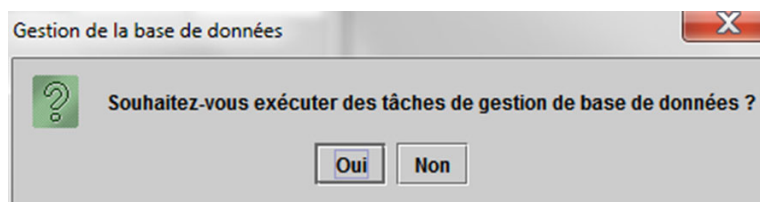
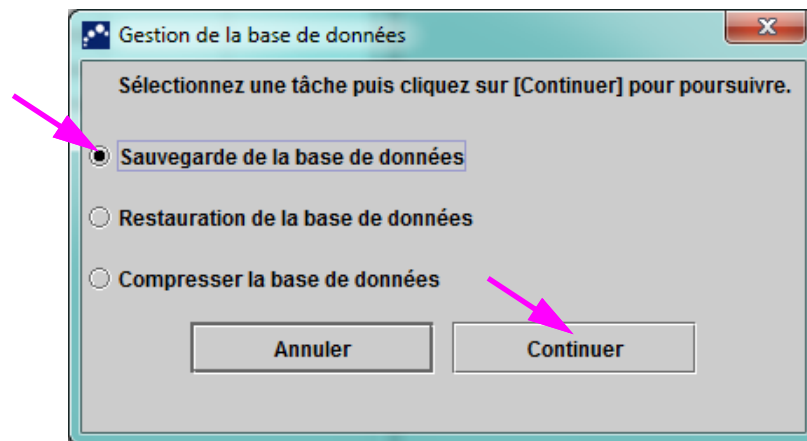

Figure 5-72. Boîte de dialogue Gestion de la base de données
Figure 5-73. Fenêtre Gestion de la base de données
L'administrateur du système GeneXpert Dx précise si l'utilisateur a les permissions nécessaires pour les tâches de gestion des données. Consultez la Section 2.13, Définition des utilisateurs et des autorisations. Consultez l'administrateur du système GeneXpert Dx pour ajuster les permissions afin de répondre à vos besoins. Si les **Rappels de gestion de la base de données** sont activés, l'utilisateur est invité au démarrage à préciser s'il est nécessaire ou non d'effectuer une gestion de la base de données. L'invite s'affiche seulement si l'utilisateur dispose des privilèges nécessaires pour exécuter ces tâches. Si l'utilisateur ne dispose d'aucun de ces privilèges ou si les **Rappels de gestion de la base de données** sont désactivés, l'invite n'est pas affichée. Voir Figure 5-72.
8. **Si aucune tâche de gestion de la base de données n'est requise**, cliquez sur **Non** dans la boîte de dialogue Gestion de la base de données (voir la Figure 5-72) et passer à la Section 5.2.3.2, Rappel d'archivage en retard.
Si vous souhaitez effectuer des tâches de gestion de la base de données, cliquez sur **Oui** dans la boîte de dialogue Gestion de la base de données (cf. Figure 5-72). La boîte de dialogue Gestion de la base de données s'affiche. Voir Figure 5-73.
1. Sélectionnez **Sauvegarde de la base de données** dans la fenêtre Gestion de la base de données (cf. Figure 5-73).